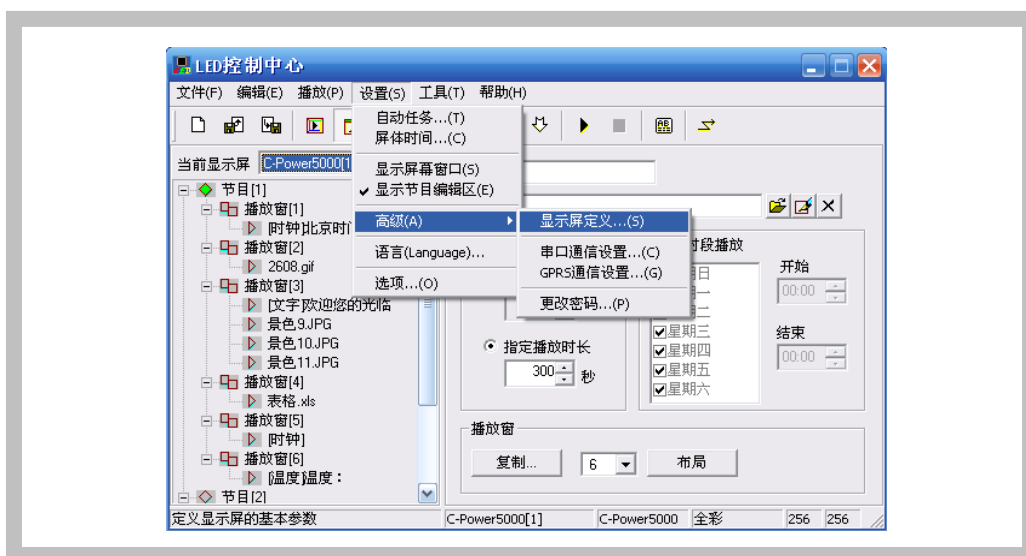

图9 进入“显示屏定义”
- 1) 点击“设置”——“高级”——“显示屏定义”，如图9所示。